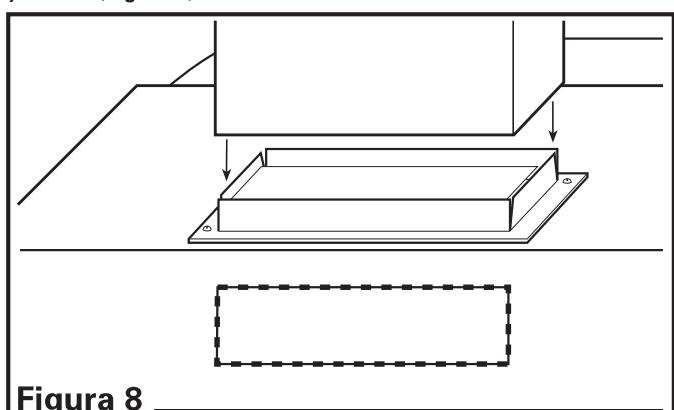

Figura 8
- Conecte el tubo al collar para tubos y regulador de tiro de la campana. Asegure en su lugar usando cinta para sellar todas las junturas (**Figura 8**).